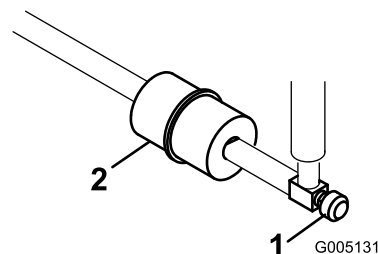

Figura 53
El tubo de combustible lleva incorporado un filtro en línea entre el depósito de combustible y el carburador (Figura 53). Cambie el filtro cada 800 horas o antes si se obstruye el flujo de combustible. Asegúrese de que la flecha del filtro apunta hacia el carburador.
1. Cierre la válvula de cierre de combustible, afloje la abrazadera en el lado del carburador del filtro y retire el tubo de combustible del filtro (Figura 53).
2. Coloque un recipiente debajo del filtro, afloje la otra abrazadera y retire el filtro (Figura 53).